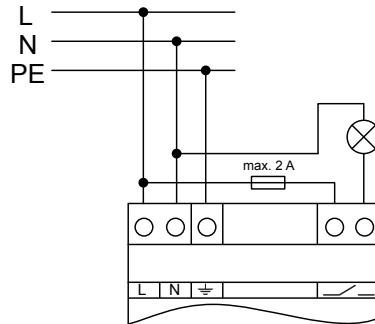

Figura 5: Esempio di applicazione – lampada di segnalazione per visualizzazioni d'esercizio ottiche
- Collegare il dispositivo di segnalazione secondo l'esempio di collegamento (Figura 5).